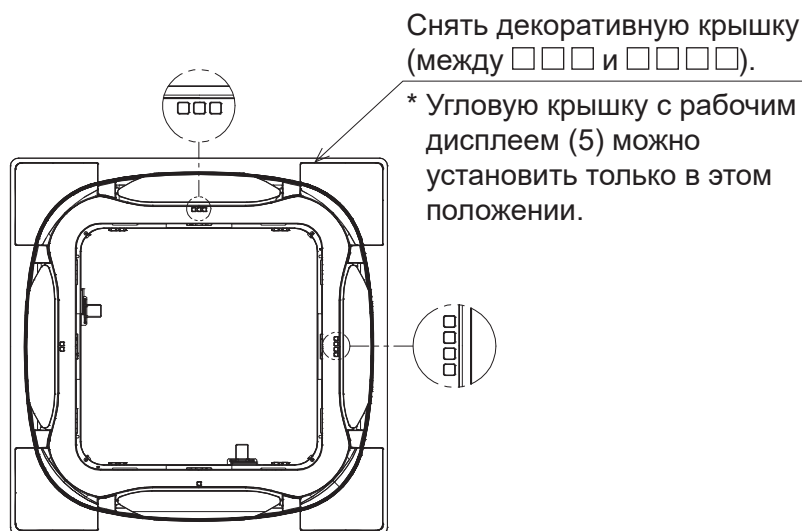

Рисунок 16
2. Снимите декоративную крышку в положении, показанном на **рисунке 16** (отмечено □□□ и □□□□). (См. **рисунок 16**.) (Снятая декоративная крышка больше не потребуется.)